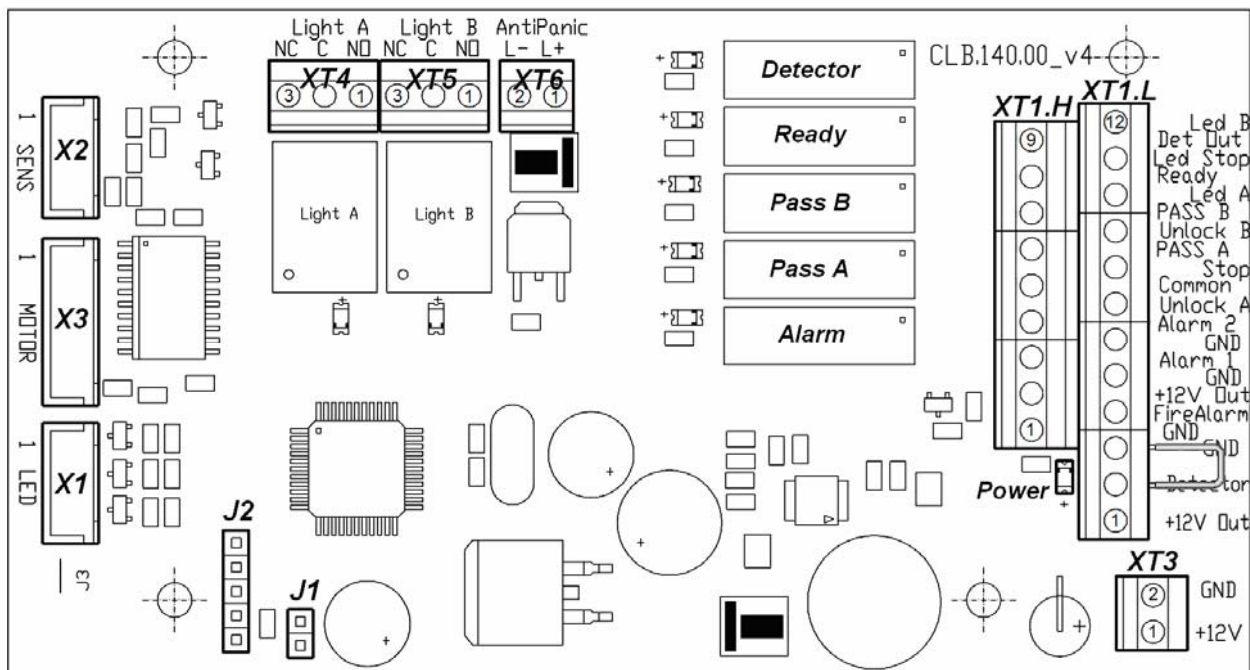
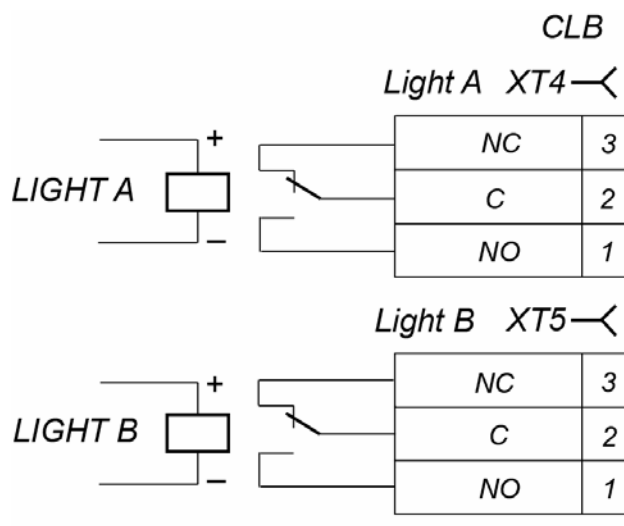

Abbildung 5. Außenansicht der Steuerplatte CLB
Abbildung 9. Ausgangsstufen für LIGHT A und LIGHT B
Schaltpult wird zur Platte mittels des flexible vervielfältigende Kabels (12) durch den Klemmstein **XT1.L** (siehe Abb.5 und 12).
Es ist möglich die Orientierung des Schaltpultes bezüglich der Drehkreuzanlage zu ändern (wenn im Aufstellungsort das Drehkreuz zum Operator nicht mit der Vorder-, sondern mit der Hinterseite gewandt ist), wobei man die Leitungen vom Schaltpult, angeschlossen an die Kontakte *Unlock A* und *Unlock B*, sowie *Led A* und *Led B* entsprechend getauscht (siehe Abb. 5 und 12).
Auf der Platte (siehe Abb. 5) sind gelegen:
Anschließen Einrichtungen wird mit Hilfe des Kabels (5) an die entsprechende Klemmleisten **XT1.L** und **XT1.H** der Platte entsprechend der Schaltanordnung erfolgt (siehe die Abb. 5 und 12).
Bezeichnungen der auf der Platte CLB aufgestellten Klemmleisten und die Bestimmung ihrer Kontakte sind auf der Abb. 5 vorgeführt.
Anschließen des Kontrollsensoren für die Durchgangszone erfolgt an die Klemmleiste **XT2**, und die Sirene – an die Klemmleiste **XT1.H** Platten laut dem E-Schaltplan (siehe Abb. 5 und 12). Das Kontrollsensor für die Durchgangszone muss Öffnungskontakte haben.
Auf die Kontakte *Det Out* und *Common* der Klemmleiste **XT1.H** der CLB-Platte (siehe Abb. 5) immer wird das Signal über den laufenden Zustand des Kontrollsenors der Durchgangszone gesendet
Anschließen der Einrichtung der Noteröffnung des Durchganges gibt, erfolgt an die Klemmleiste **XT1.L** der CLB-Platte laut dem E-Schaltplan (siehe Abb. 5 und 12). Wenn der Eingang *Fire Alarm* nicht verwendet wird, so muss man die Drahtbrücke zwischen den Kontakten *Fire Alarm* und *GND* feststellen. Bei der Lieferung ist die vorliegende Drahtbrücke eingestellt.
Die Tatsache der Relaisauslösung/-lassen **LIGHT A** und **LIGHT B** kann man nach dem Anbrennen / Löschen der roten Indikatoren bestimmen, die nah dem angegebenen Relais eingestellt sind (siehe Abb. 5). Die Ausgangsstufen für **LIGHT A** und **LIGHT B** – Relaiswechselkontakte (siehe Abb. 9) mit den folgenden Signalparameter: